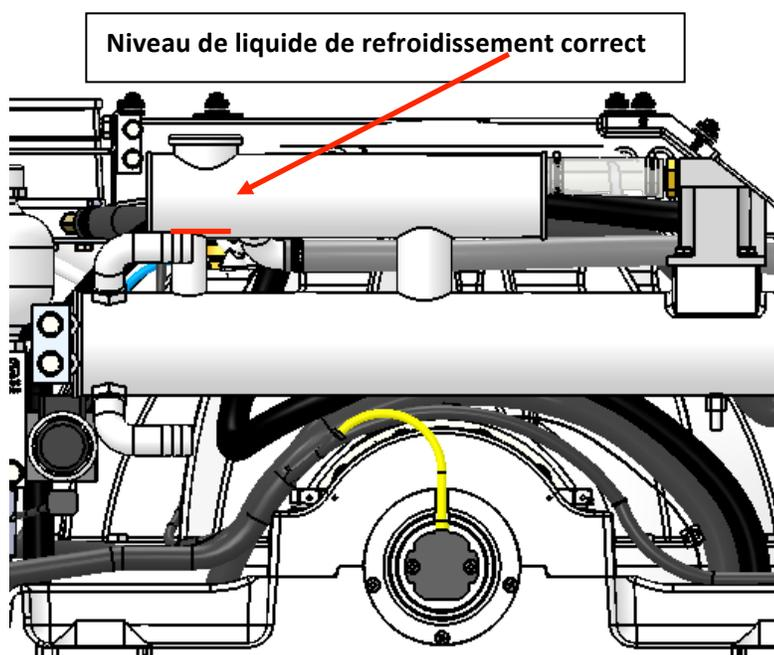

FIGURE 3 – NIVEAU DU LIQUIDE DE REFROIDISSEMENT DU SEAKEEPER 3DC
- 3) Retirez le bouchon à pression sur le réservoir. Versez le mélange jusqu'à ce que le niveau atteigne le haut du tube transparent reliant le thermostat et le réservoir, comme illustré en figure 3. Remplir le réservoir au-delà de ce niveau ne causera aucun dégât, mais du liquide de refroidissement pourrait être expulsé du trop-plein en raison de la dilatation thermique normale du liquide de refroidissement.